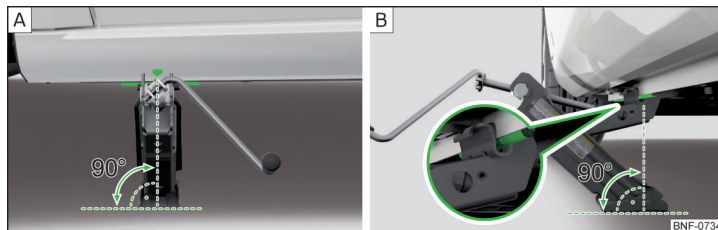

Fig. 155 Sådan sættes donkraften på.
- » Sørg for, at donkraftens bundplade står på et lige underlag med hele fladen, så donkraften befinder sig i lodret position i forhold til løftekanten » Fig. 155 – [A].
- » Drej donkraften så højt op med håndsvinget, at dens griber tager fat i kanten » Fig. 155 – [B].